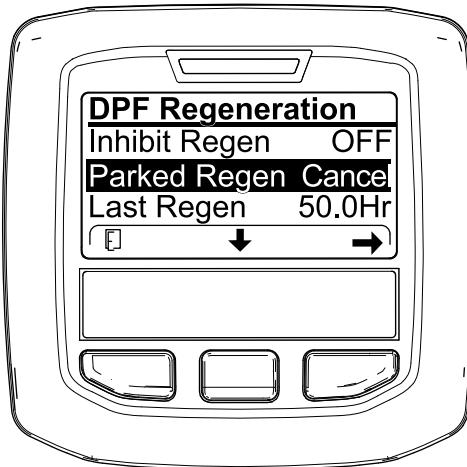
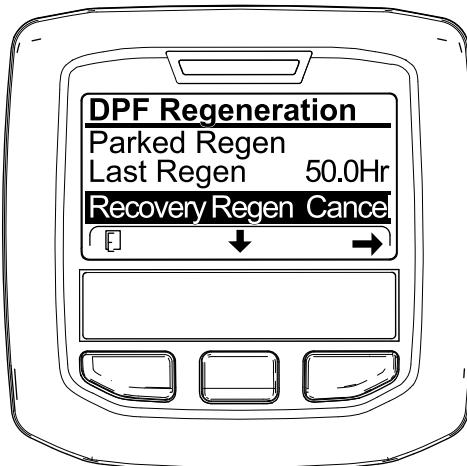

Figura 71
Figura 72
1. Acceda al menú DPF Regeneration (Regeneración de DPF) (Figura 71).
- Pulse el botón central para desplazarse hacia abajo, hasta la opción PARKED REGEN CANCEL (Cancelación de regeneración con máquina aparcada) (Figura 71) o la opción RECOVERY REGEN CANCEL (Cancelación de regeneración de recuperación) (Figura 72).
- Pulse el botón derecho para seleccionar la opción Regen Cancel (Cancelación de regeneración) (Figura 71 o Figura 72).